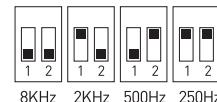

Рис. 2. Положение DIP-переключателей при выборе частоты ШИМ
3.4. С помощью переключателей на корпусе установите необходимую частоту ШИМ [PWM] (см. рис. 2).